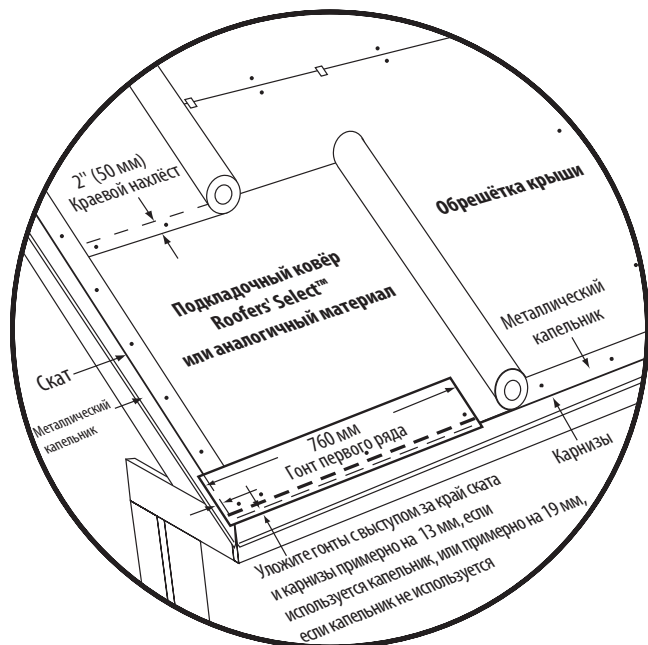

Рис. 10-7. Монтаж подкладочного ковра и капельника начального ряда на крышу со стандартным уклоном.
3. Продолжайте укладку начального ряда, монтируя целые гонты начального ряда вдоль карнизов (Рис. 10-7).
2. Отрежьте 12,7 см от первого полосового гонта начального ряда уложите оставшийся кусок шириной 78,7 см у левого нижнего угла крыши. Этот начальный полосовой гонт должен выступать за край ската и карнизы на 13 мм, если используется капельник, и на 19 мм, если капельник не используется (Рис. 10-7).